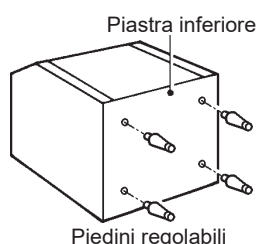

Fig. 3
1) Avvitare completamente i quattro piedini in dotazione (accessori del deposito) sulla parte inferiore del deposito di raccolta cubetti. Vedi Fig. 3.